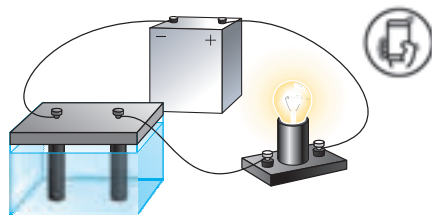

Рис. 200
Проведём опыт. Соберём электрическую цепь, состоящую из источника тока, лампы накаливания и ванны с дистиллированной водой, в которой находятся два угольных электрода. При замыкании цепи лампа не светится, следовательно, дистиллированная вода не проводит электрический ток. Повторим опыт, добавив в дистиллированную воду сахар. Лампа не светится и в этом случае. Раствор сахара в воде также не является проводником. А теперь добавим в дистиллированную воду небольшое количество соли, например, хлорида меди(II)  $\text{CuCl}_2$ . В цепи проходит электрический ток, о чём наглядно свидетельствует свечение лампы (рис. 200). Следовательно, раствор соли в воде является проводником электрического тока, т. е. при растворении хлорида меди(II) в дистиллированной воде появились свободные носители электрического заряда.